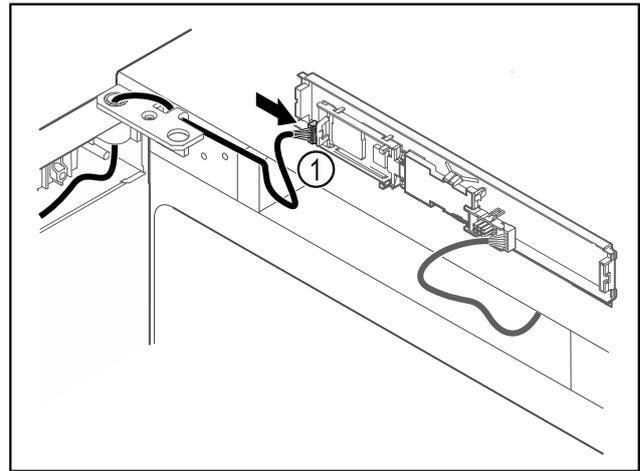

Fig. 60
- ▶ Zapojte zástrčku Fig. 60 (1) na doske plošných spojov.